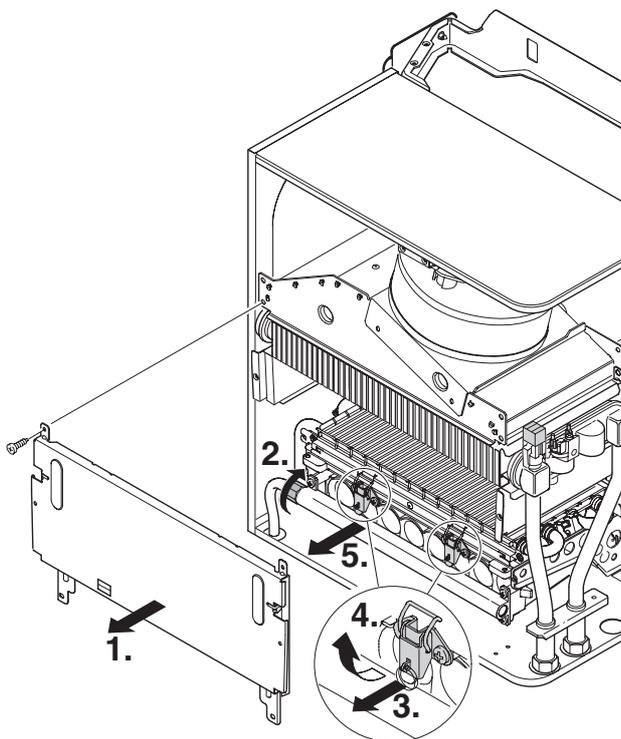

Bild 69
- ▶ Vorderwand der Brennkammer abnehmen, (Bild 69).